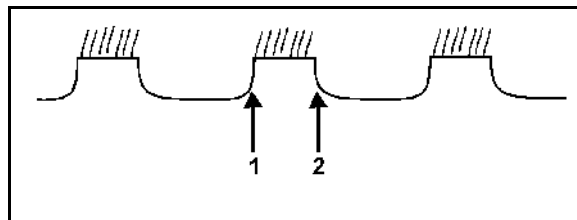

Рис. 31
- (Рис. 31) – 1-й ряд дисков сдвиньте вправо и проверьте заново: